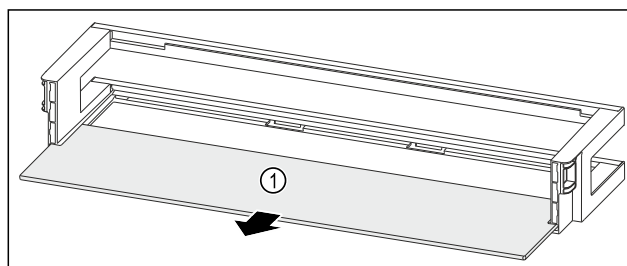

Fig. 89 Dveřní přihrádka s odkládací plochou
- Odkládací plochu Fig. 89 (1) odeberte.